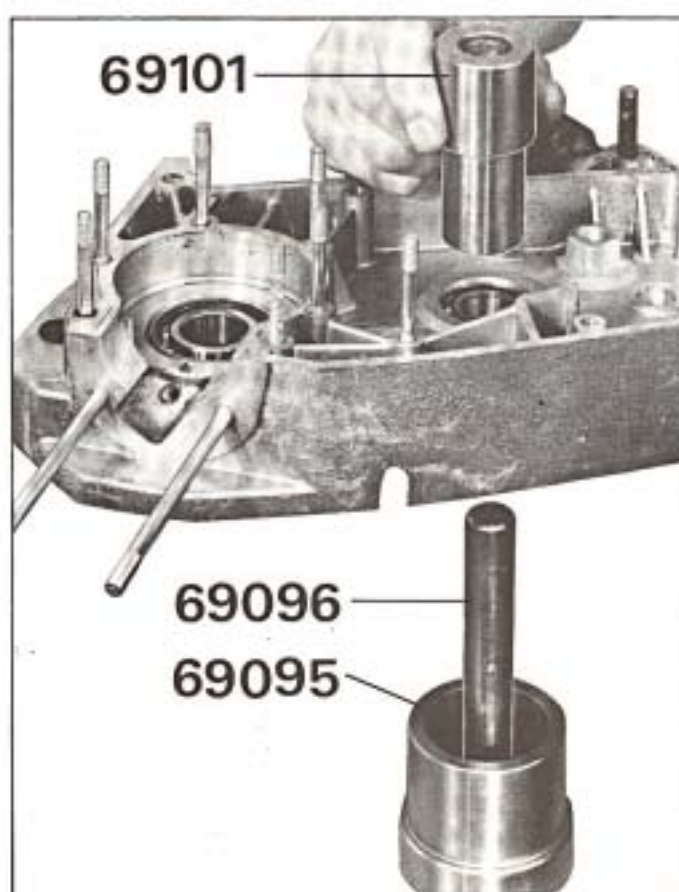

Fig. 42
- Poser le carter sur le guide et chasser le roulement de l'intérieur, en utilisant la chasse 69101, côté petit diamètre (figure 42).